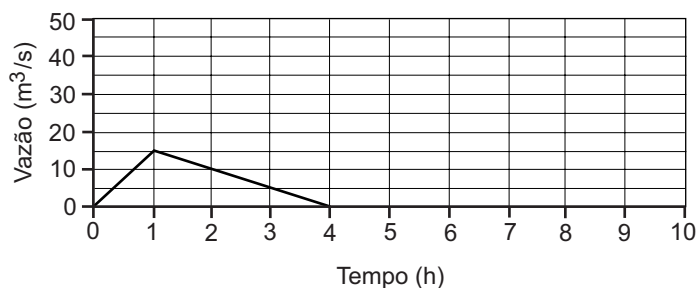

Figura 1 - Hidrograma Unitário (HU) para a sub-bacia hidrográfica para uma altura de 10 mm e duração de 1 h.
- b) Neste estudo, uma sub-bacia hidrográfica apresenta uma resposta à ação de uma chuva com altura de 10 mm e duração de 1 h, conforme o hidrograma da Figura 1. Qual a máxima vazão da onda de cheia formada por uma chuva efetiva de projeto de 10 mm, seguida de uma chuva de 20 mm, ambas com duração de 1h? Justifique a sua resposta e esboce o hidrograma resultante.
No condomínio onde você mora, estão construindo uma guarita cuja planta de cobertura está esquematizada na Figura 1. Você ficou responsável por quantificar os materiais necessários para a execução do telhado, conforme dados e detalhes extraídos do manual do fabricante (Figuras 2 e 3).